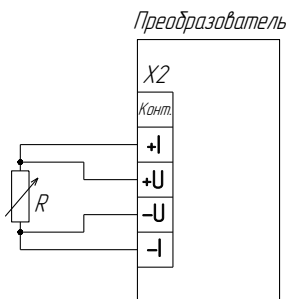

Рисунок 8
3.11.2 Для калибровки преобразователя необходимо подключить к нему магазин сопротивлений по четырехпроводной схеме (рисунок 8). Затем подать на преобразователь питание и в соответствии с 3.7: